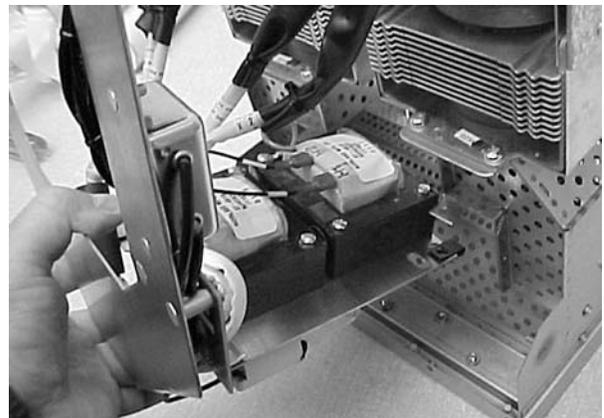

Figure 4-12 Support de transformateur et de connecteur
7. Voir la figure 4-12. Retirer le support de transformateur et de connecteur de la base du logement de lampe.